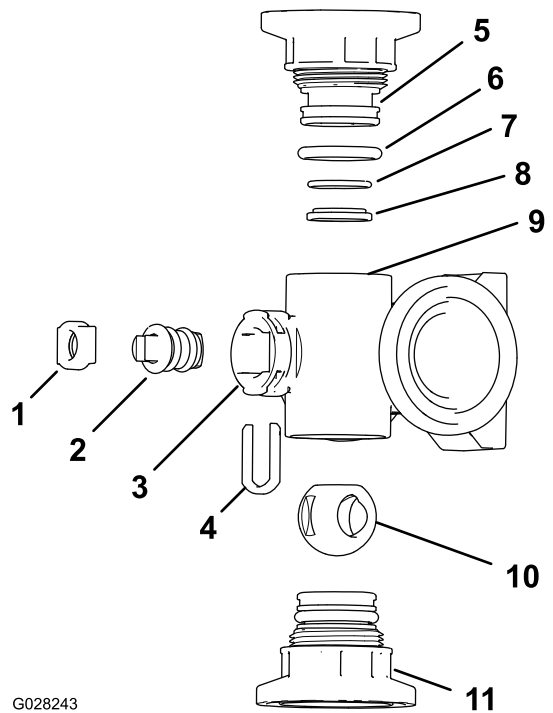

Bild 77
2. Nehmen Sie die zwei Endkappen-Anschlussstücke von jedem Ende des Verteilergehäuses ab (**Bild 77** und **Bild 78**).
- Nehmen Sie den Schafthalter aus den Schlitzen im Schaftanschluss im Verteiler heraus (Bild 77 und Bild 78).
- Nehmen Sie den Schafthalter und den Ventilschaftsocket aus dem Verteiler heraus (Bild 77 und Bild 78).
- Fassen Sie in das Verteilergehäuse und nehmen Sie den Ventilschaft heraus (Bild 77 und Bild 78).
- Überprüfen Sie den Zustand der O-Ringe des Auslaufanschlusstücks (nur Abschnittventilverteiler), der Endkappen-O-Ringe, der hinteren O-Ringe und den Kugelsocket auf Beschädigungen oder Abnutzung (Bild 77 und Bild 78).
- Tragen Sie Silikonfett auf den Ventilschaft auf und setzen ihn in den Ventilschaftsocket (Bild 77 und Bild 78) ein.
- Setzen Sie den Ventilschaft und den Socket in den Verteiler und befestigen Sie den Schaft und den Socket mit dem Schafthalter (Bild 77 und Bild 78).
- Stellen Sie sicher, dass die hinteren O-Ringe und der Kugelsocket ausgefluchtet sind und im Endkappen-Anschlusstück sitzen (Bild 77 und Bild 78)
- Bringen Sie das Endkappen-Anschlusstück am Verteilergehäuse an, bis der Flansch des Endkappen-Anschlusstücks das Verteilergehäuse berührt, drehen Sie dann das Endkappen-Anschlusstück um eine weitere Achtel- bis Viertelumdrehung (Bild 77 und Bild 78).